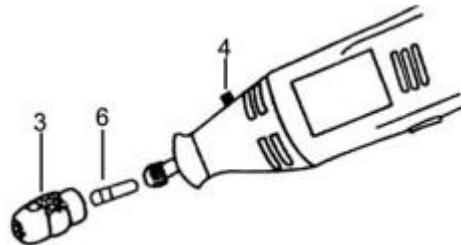

Fig. 1
Montage ou changement de la mâchoire de bonne dimension. (Fig. 1)
2. Appuyez sur le bouton de blocage de l'arbre (4) et tournez doucement l'écrou de tête (3) en même temps jusqu'à ce que le bouton de blocage de l'arbre s'enfonce complètement et bloque l'arbre.
3. A l'aide de la clé desserrez l'écrou de tête (3) et retirez-le.
4. Montez ou changez la mâchoire (6) sélectionnée (voir Fig. 1).
5. Remontez l'écrou de tête (3) et serrez-le.